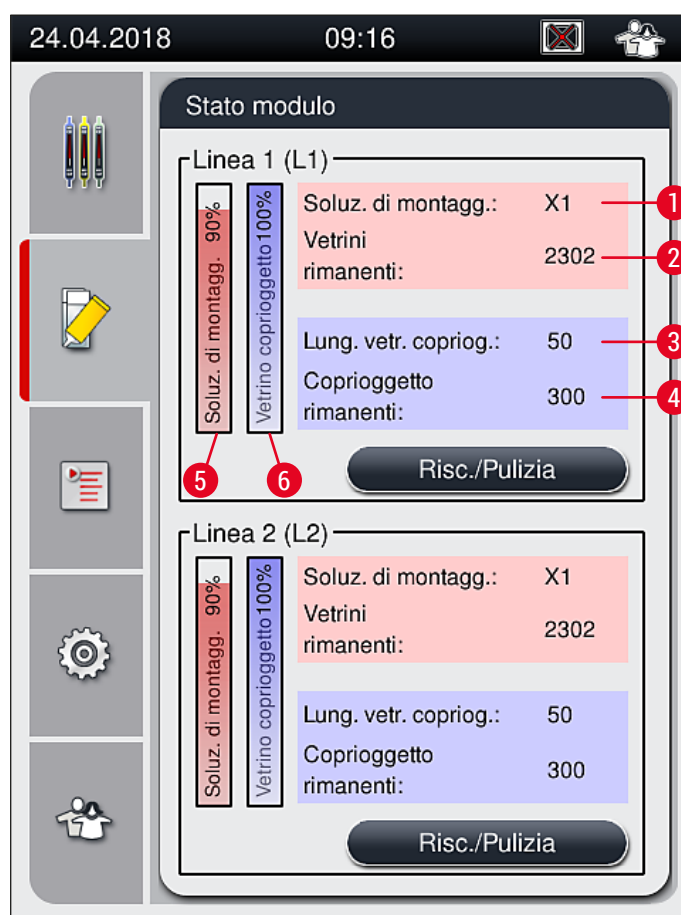

Fig. 22
7. I fiaschi di soluzione di montaggio inseriti vengono rilevati dal software dello strumento e il menu **Stato modulo** (→ Fig. 22) viene aggiornato.